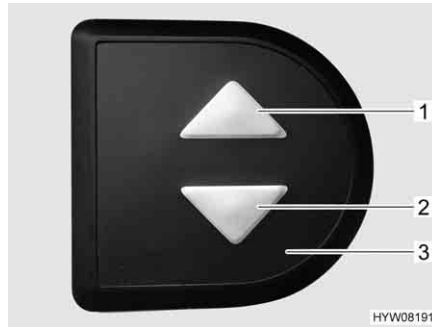

Fig. 104 Elemento di regolazione
- Sull'elemento di regolazione (Fig. 104,3) premere contemporaneamente i due tasti freccia (Fig. 104,1 e 2) e tenerli premuti fino a quando il letto basculante non si è spostato completamente verso il basso. Una volta rilasciati i tasti viene emesso un segnale acustico di conferma.
- Sull'elemento di regolazione (Fig. 104,3) premere il tasto freccia inferiore (Fig. 104,2) e tenerlo premuto fino a quando il letto basculante non ha raggiunto la posizione finale in basso.
- Sull'elemento di regolazione (Fig. 104,3) premere il tasto freccia superiore (Fig. 104,1) e tenerlo premuto fino a quando il letto basculante non ha raggiunto la posizione finale in alto.
- Portare leggermente il letto basculante con i tasti freccia (Fig. 104,1 o 2) nella direzione opposta.